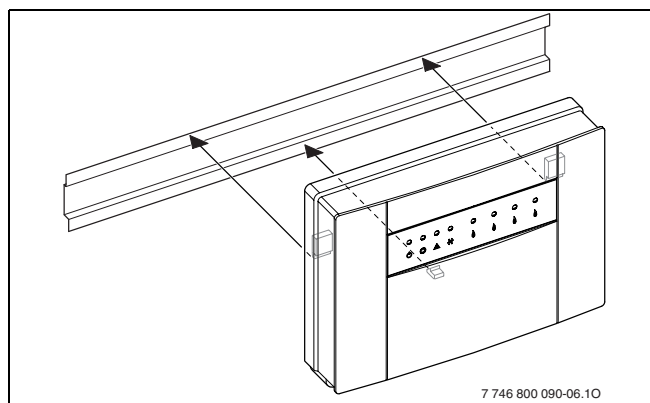

Afb. 9 Pluggen plaatsen
- Boor gaten van  $\varnothing$  6 mm en plaats de pluggen (→ afb. 9).